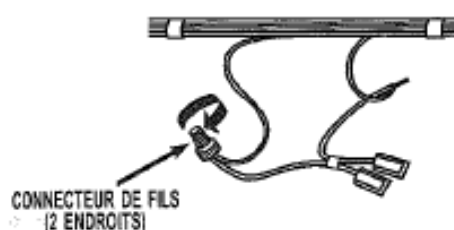

FIGURE 7
10. Prendre le conducteur de dérivation fourni, connecter celui-ci aux conducteurs de couleur assortie du câblage – utiliser les connecteurs de fils (homologation UL) fournis avec l'ensemble. Voir figure 7.